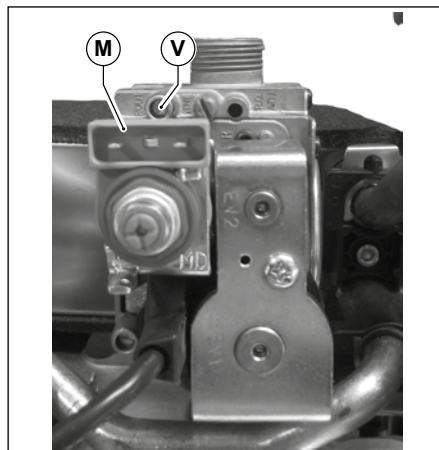

Fig. 48 Toma de presión
- Conectar un manómetro a la toma de presión **V** (ver Fig. 48 Toma de presión ).